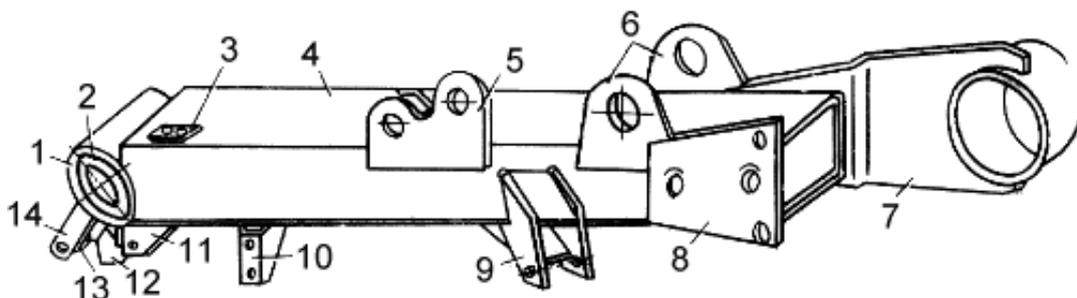
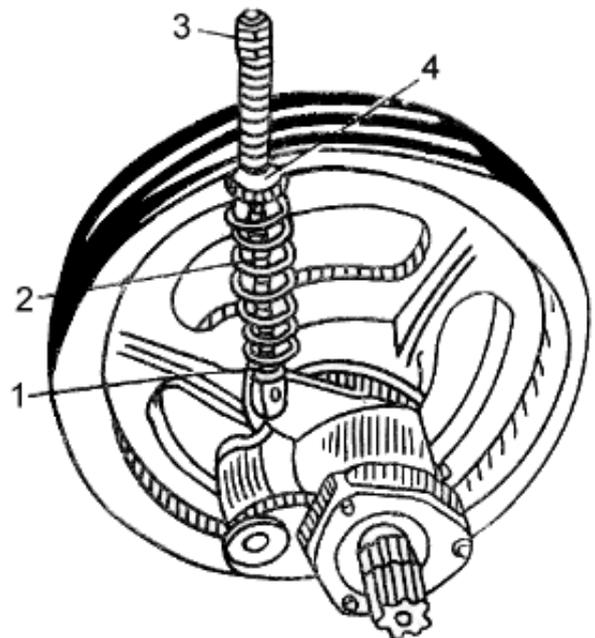
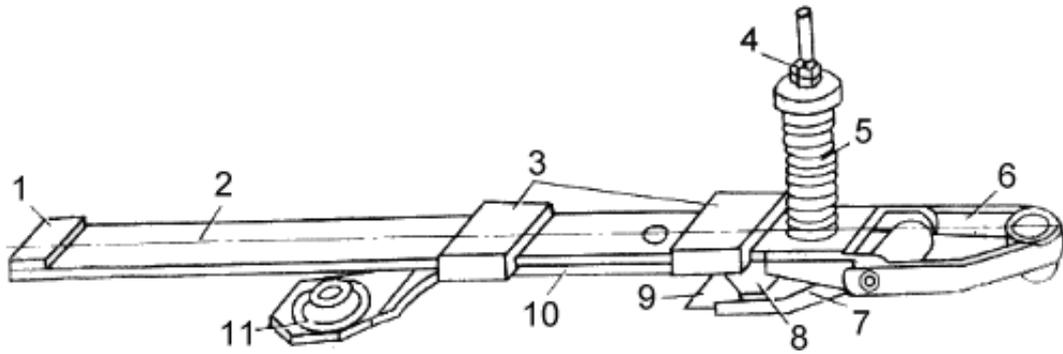

Рис.6. Подрамник
Рис.14. Натяжное устройство
Рис.16. Тяговый предохранитель
Натяжение клиновых ремней осуществляется с помощью натяжного устройства (см. рис. 14), состоящего из натяжника 1, шарнирно связанного с корпусом шкива, пружины 2, чашечной шайбы 4 и гайк 3. Натяжник 1 устанавливается в отверстие сухарика 13 (см. рис. 6).
Тяговый предохранитель (рис.16) предназначен для предупреждения поломок режущего аппарата в момент его столкновения с препятствием. Он состоит из двух тяг 7 и 10 с клиновыми фиксаторами 9 и 8, которые удерживаются в зацепленном состоянии с помощью усилия, создаваемого цилиндрической пружиной 5. Усилие срабатывания предохранителя регулируется поджатием пружины 5 посредством гаек. На тяге 10 установлены хомуты 3, на которых она может перемещаться по направляющей планке 2 до упора 1. При наезде режущего аппарата косилки на препятствие под действием увеличивающегося тягового сопротивления фиксаторы выходят из зацепления, в результате чего длина тягового предохранителя увеличивается, а косилка разворачивается. Угол разворота ограничивается упором 1. Тяговый предохранитель присоединяется одной стороной к подрамнику посредством скобы 6, другой стороной - к штырю рамы навески через шаровой шарнир 11.
3. Присоедините подрамник к редуктору режущего аппарата таким образом, чтобы подшипник скольжения кронштейна 7 (см. рис.6) оделся на стакан - цапфу конического редуктора. Кронштейн 15 этого редуктора, уже одетый на цапфу, закрепите к накладке 8 (см. рис.6) подрамника двумя болтами М 14х35 с пружинными шайбами "в тело" и двумя болтами М 14х45 с гайками - в отверстиях. Равномерно подтягивая болты и гайки, затяните их и убедитесь в отсутствии заедания в подшипниках скольжения, для чего покачайте подрамник относительно редуктора.
6. Установите стойку к трубе кронштейна 12 на подрамнике (см. рис.6), чтобы подошва оказалась снизу, и зафиксируйте ее с помощью пружинного шплинта в одном из верхних отверстий стойки.
7. Установите скобу 6 тягового предохранителя (см. рис.16) между стойками кронштейна 9 подрамника (см. рис. 6) и зафиксируйте ее осью, шайбами и шплинтами.
корпусом 7 и стойками кронштейна установите шайбы 16x1, отрегулируйте ими положение ведущего шкива. После регулировки с наружной стороны стоек кронштейна установите шайбы и зашплинтуйте ось. Натяжник 1 (см. рис. 14) направьте в отверстие сухарика 13 (см. рис. 6). На натяжник оденьте пружину 2 (см. рис. 14), чашечную шайбу 4 и две гайки 3. На ведущий и ведомый шкивы оденьте ремни УБ-2800 и вращением гаек натяжника натяните их, доведя витки пружины до соприкосновения.
Натяжение клиновых ремней осуществляется с помощью натяжника 1 (см. рис. 14).
Регулирование тягового предохранителя производится с помощью гаек 4 (см. рис.16).